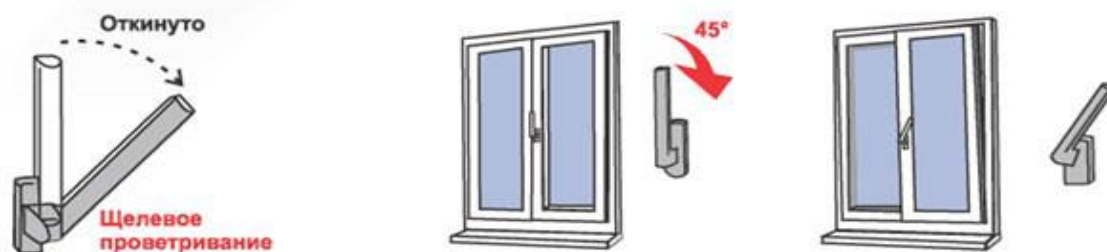

Рис. 3.
4. Для перевода створки в положение «Проветривание» ручку поворачивают из положения «Откинута» в положение «Проветривание» на 45 градусов (см. Рис. 3). При этом створка окна (после небольшого поворота относительно нижней горизонтальной оси) фиксируется, будучи неплотно прижатой к раме окна сверху. Зазор между рамой окна и створкой (в верхней части) в данном режиме может составлять от 5 до 10 мм. и регулируется небольшим поворотом ручки (**щелевой режим**).